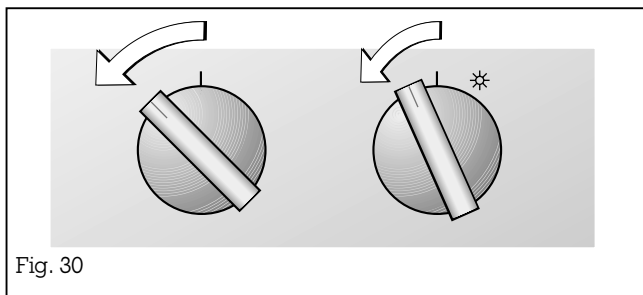

Fig. 30
- Partendo dalla posizione di partenza girate entrambe le manopole di uno scatto verso sinistra (Fig. 30).